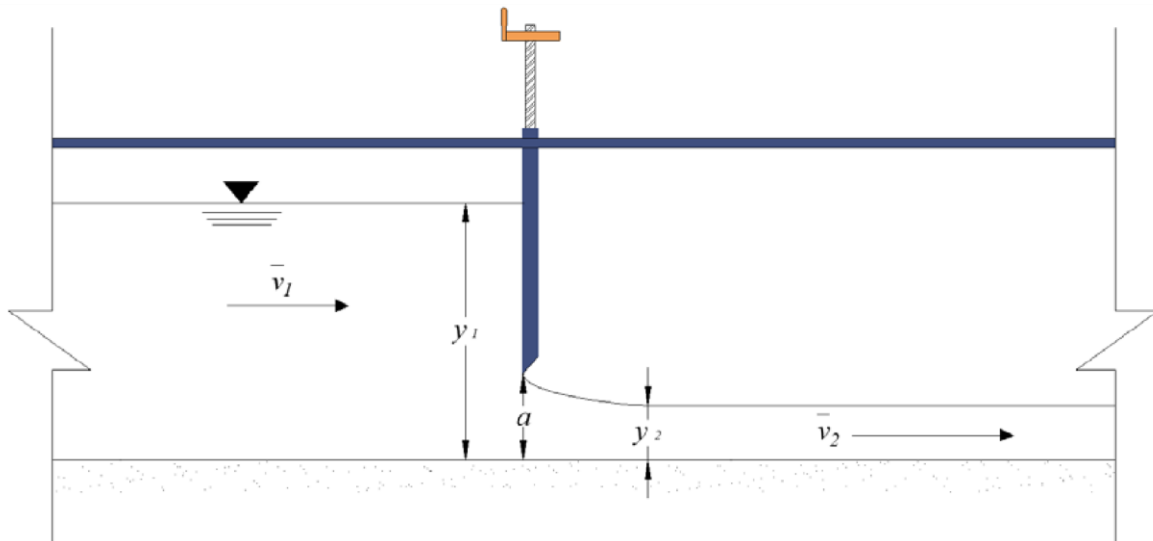

Figura 2. Canal horizontal
2. Para la compuerta aguas arriba, establecer una abertura constante a de 0.067 m, y abrir la compuerta aguas abajo en su totalidad, figura 2.
3. Abrir la válvula de alimentación del canal, establecer un nivel de agua sobre el vertedor triangular, después medir el nivel de superficie del agua sobre el vertedor N_{SA} , en m, la carga y_1 , en m, la carga y_2 , en m (figura 2). Registrar las mediciones en la tabla 2: